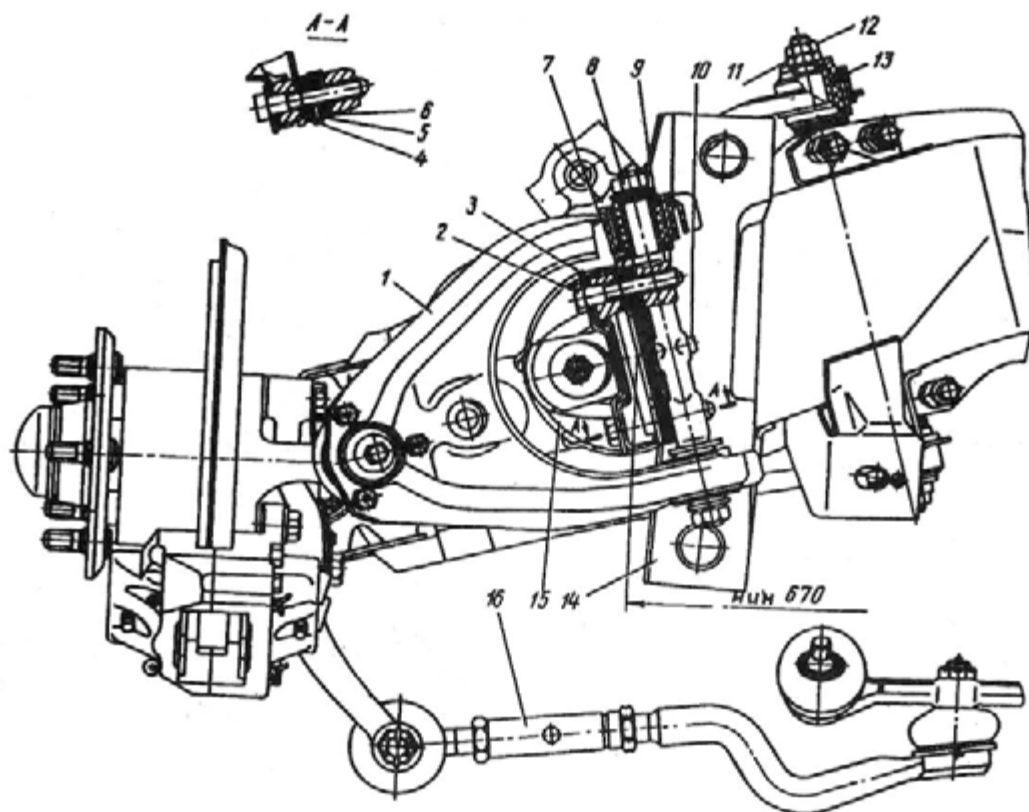
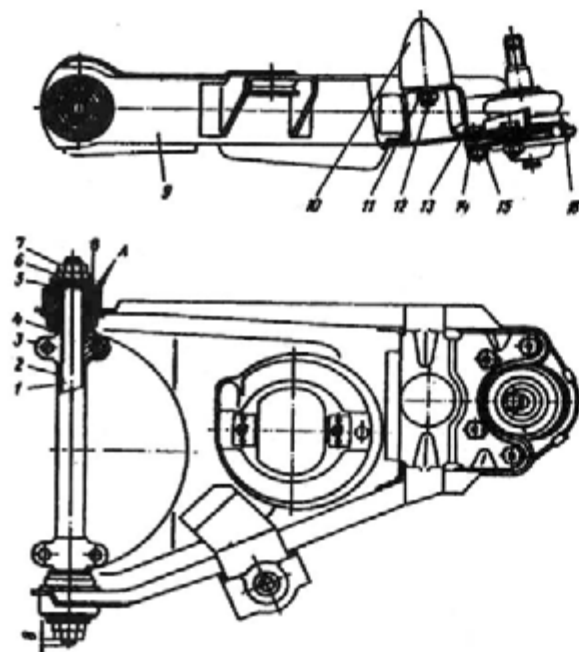

Рис. 168. Установка рычагов на поперечные подвески:
Рис. 174. Нижний рычаг передней подвески:
4. Ослабьте затяжку гаек 11 и 12 (рис. 168) на оси нижних рычагов и гаек 8 на оси верхних рычагов для обеспечения свободного поворачивания рычагов на их осях и исключения случайного разрушения резины сайлент-блоков при последующей разборке или сборке подвески.
7. Разогните стопорную пластину 3 (рис. 168) и выверните болты 2 крепления оси к опоре поперечины, снимите верхние рычаги.
Следует иметь в виду, что при установке на автомобиль новой подвески необходимо сохранить регулировочные прокладки 6 (рис. 168) и скобы 4 и 5 в местах, установленных при заводской регулировке. Без установки прокладок потребуются дополнительная регулировка углов развала и продольного угла наклона оси поворота колеса.
Примечание. Окончательную затяжку болтов 2 (рис. 168) крепления оси и стопорение пластиной 3 производите на автомобиле после регулировки на стенде развала и угла продольного наклона оси поворота колеса (см. ниже).
4. Затяните гайки 8 (рис. 168) на оси вернего рычага при среднем положении рычагов подвески.
4. Ослабьте контргайки 12 (рис. 168) и гайки 11 на оси нижнего рычага. Отверните гайки 15 (рис. 174) на болтах крепления шаровой опоры к нижнему рычагу и отсоедините опору от рычага. Снимите стойку.
2. Отверните гайки 6 и 7 (рис. 174) и выбейте легкими ударами ось 1 нижнего рычага. После чего выньте распорную втулку 2, держатели 3 и шайбы 4.
Сайлент-блоки запрессовывайте в нижний рычаг, используя ту же оправку. При этом обеспечьте совпадение торцов А (см. рис. 174) наружной втулки сайлент-блока и втулки, приваренной к рычагу.
Перед снятием верхнего рычага обязательно ослабьте на 2—3 оборота затяжку гайки 8 (рис. 168). Это условие необходимо для обеспечения свободного проворачивания рычага на оси для исключения отрыва резины сайлент-блока от металлической арматуры при последующей разборке.
3. Разогните стопорную пластину 3 (рис. 168) и выверните болты 2 крепления оси верхнего рычага.
Качественно определить наличие деформации поперечины можно при регулировке углов развала, которая в случае деформации поперечины будет невозможна, т.е., если после удаления всех регулировочных прокладок 6 (см. рис. 168) и колодки 7 угол развала остается отрицательным.
До установки поперечины на автомобиль проверьте расстояние между поверхностями крепления осей верхнего рычага (см. рис. 168), которое должно быть не менее 670 мм.